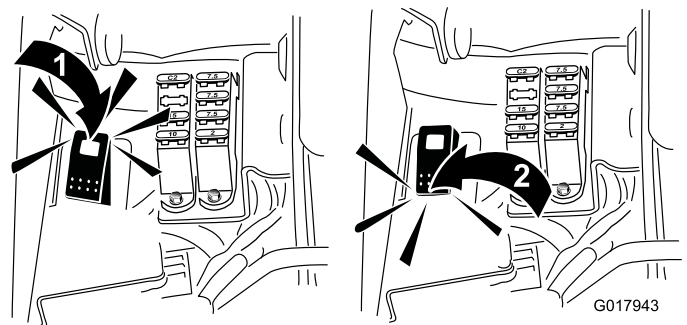

Figure 59
5. Amenez la commande de rodage à la position rotation arrière (R) (Figure 59).